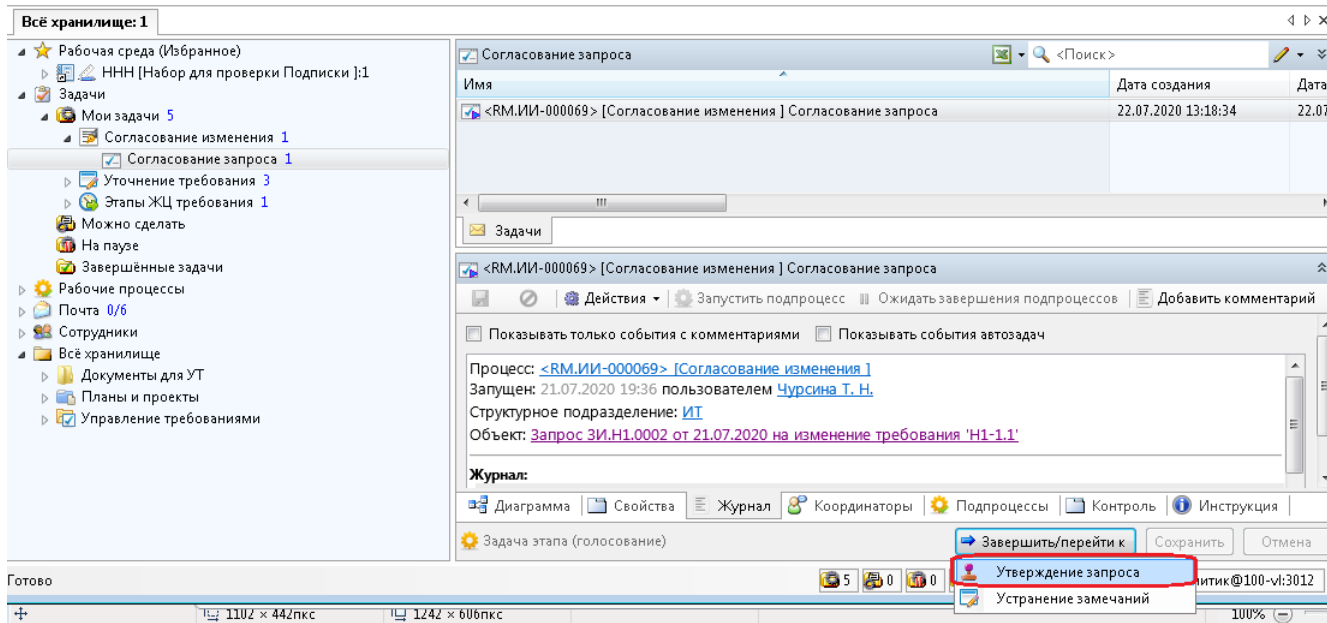

Рисунок 102 — Завершение этапа согласования
- в свойствах задачи нажать «Завершить/Перейти к» (Рисунок 102);